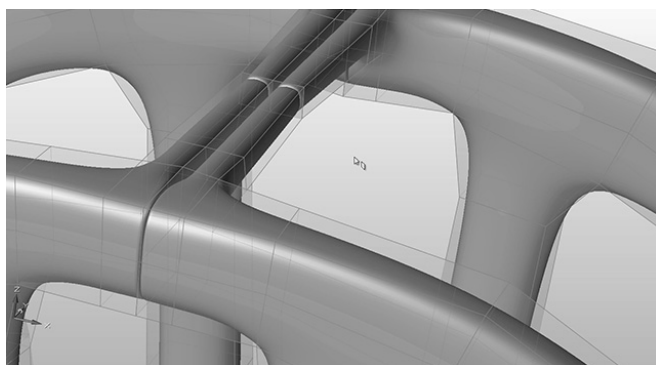

图 15-36
6) 单击小对话框上的镜像按钮，完成第二次镜像操作，如图 15-36 所示。